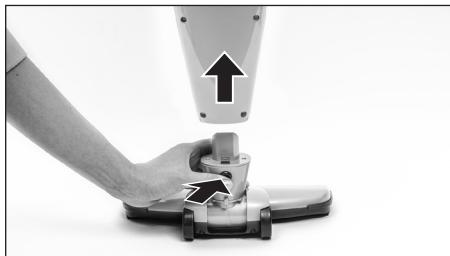

рис.5
- Подсоедините универсальную насадку к держателю до щелчка. Если необходимо снять универсальную насадку нажмите на кнопку на обратной стороне насадки (рис.5).